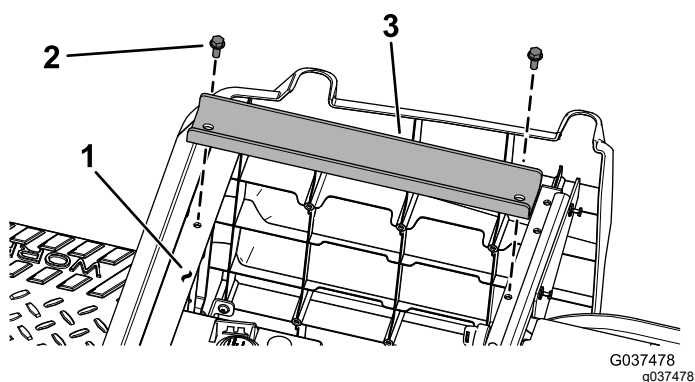

图 7
3. 如图 7 所示用 4 个自攻螺丝 5/16 x 3/4 英寸将 2 个货斗支撑架安装到座椅支架上。